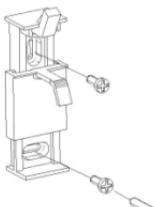

Fig. 4
4. Placez les supports (comme indiqué sur la figure) avec les 4 vis pour les chevilles de 8 mm (Fig.4 et 5).